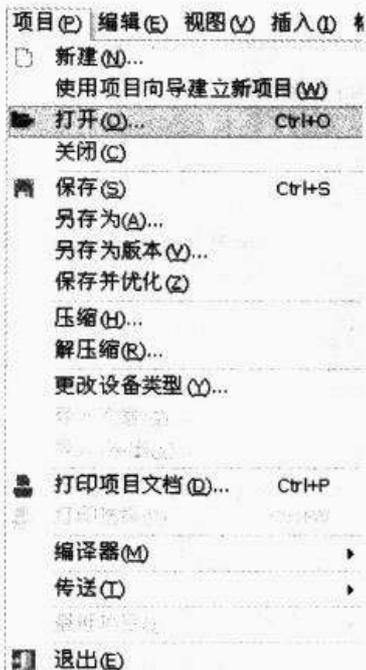

图 16-2 WinCC flexible 移植
① 打开 WinCC flexible,在“项目”菜单中选择“打开”选项。如图 16-2 所示。